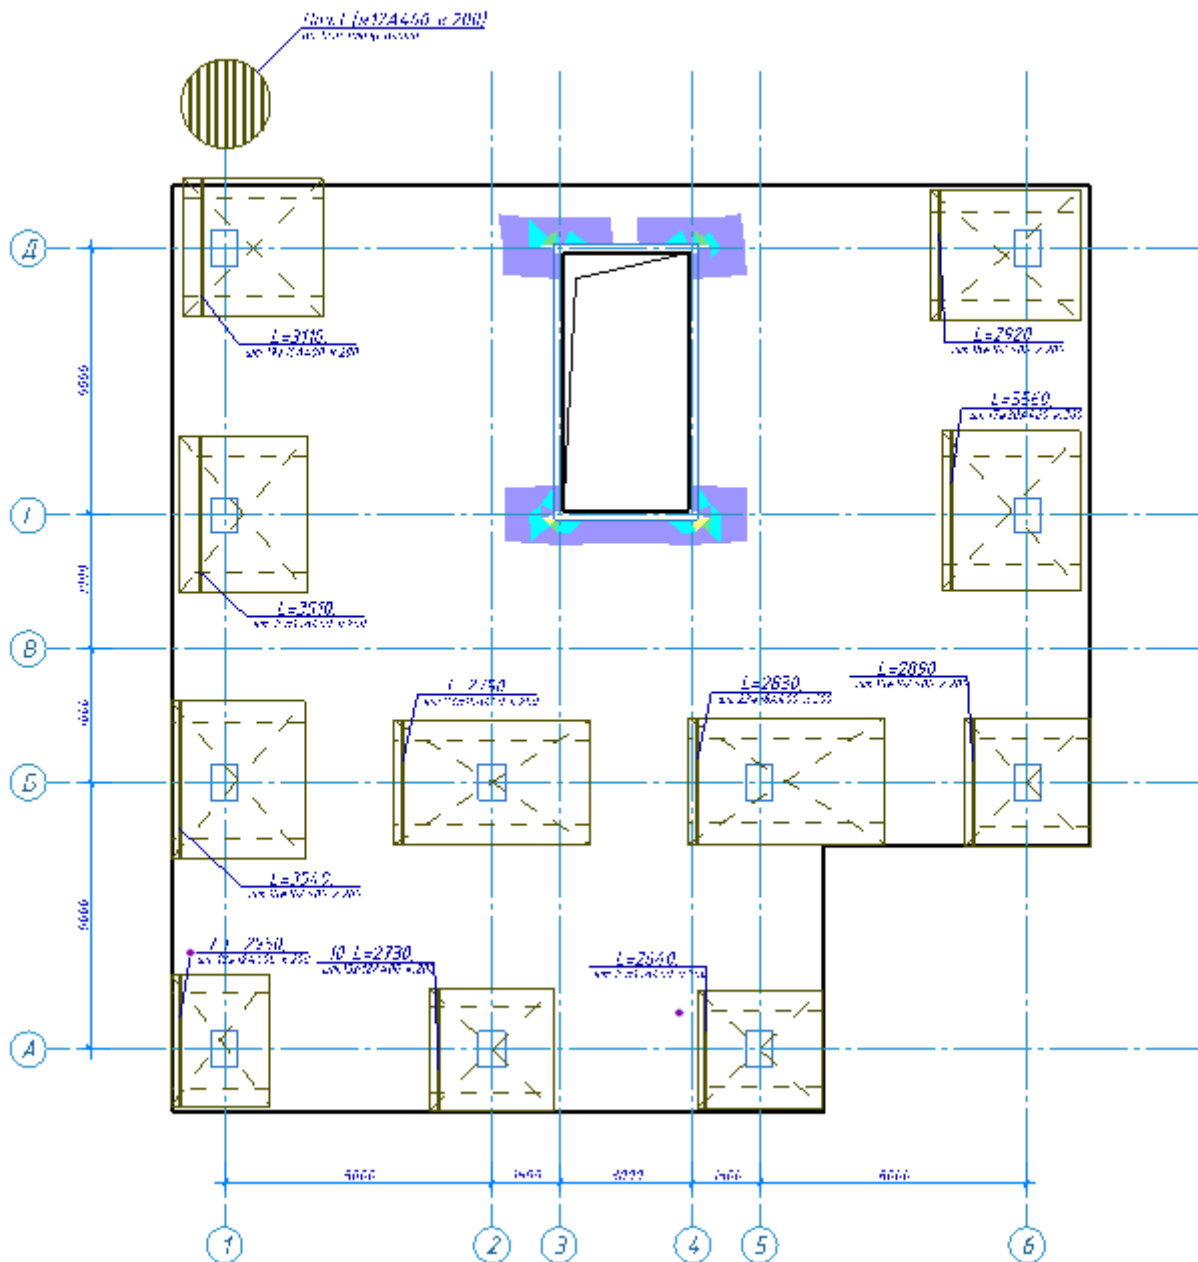

Рис. 23.50. Схема розташування верхньої арматури у напрямку Y
- Розтягніть декілька прямокутників армування над опорами таким чином, щоб покрити всю пляму додаткового армування. Для розташування прямокутної ділянки додаткового армування необхідно вказати дві вершини діагоналі прямокутника (рис. 23.50).
- Розтягніть ще декілька прямокутників армування над опорами таким чином, щоб покрити всю пляму додаткового армування. Для розташування прямокутної ділянки додаткового армування необхідно вказати центр ділянки армування (в нашій задачі це буде центральна точка колони) і половину діагоналі прямокутника. Ділянка армування буде симетричною від центру (рис. 23.50).
- Створіть виноски для решти стержнів арматури обрамлення (рис. 23.50).